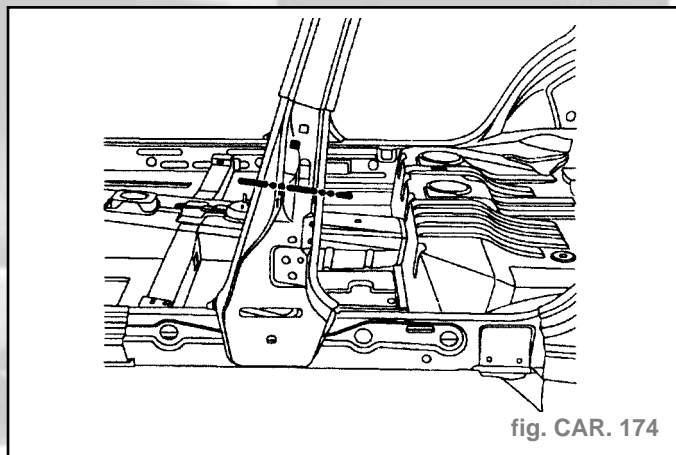

fig. CAR. 174
- Coupe provisoire (fig. CAR. 174).